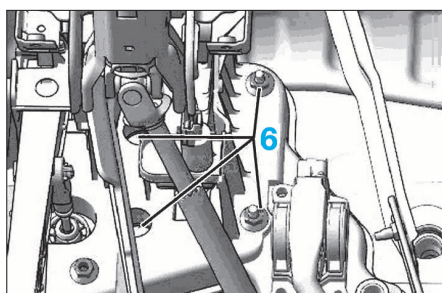

FIG. 5
- Débrancher le tuyau (5).
- Déposer l'amplificateur de freinage (6) (Fig.5).